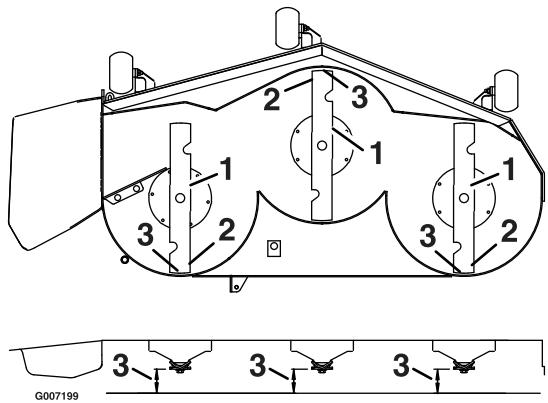

Figura 70
- Gire cuidadosamente las cuchillas colocándolas en el sentido de avance de la máquina (Figura 70).
- Mida entre la punta de la cuchilla delantera y la superficie plana y entre la punta de la cuchilla trasera y la superficie plana (Figura 70). Si la punta de la cuchilla delantera no está entre 1,6 y 7,9 mm más baja que la punta de la cuchilla trasera, vaya al procedimiento Nivelación de la carcasa de corte.